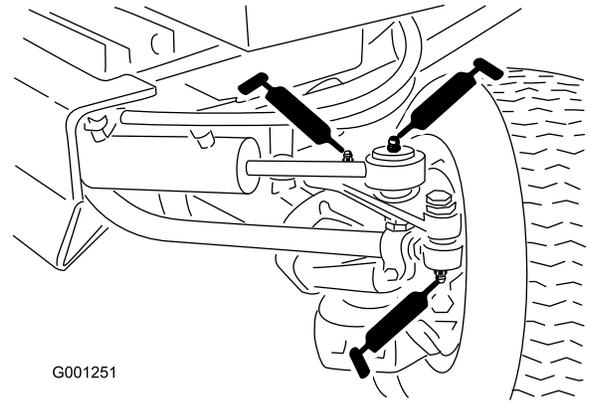

図 46
- タイロッドの端部2ヶ所 図 46
- シリンダロッドの端部2ヶ所 図 46
- ステアリングのピボット2ヶ所 図 46
- アクスルピボットのピン 図 46